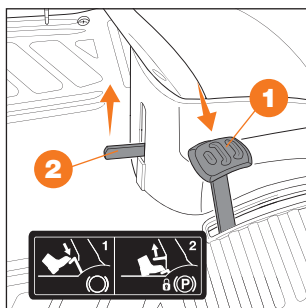

Рис. 21
2. Нажмите вниз педаль тормоза **1** до упора, и зафиксируйте вверх рычагом стояночного тормоза **2** (Рис. 21).